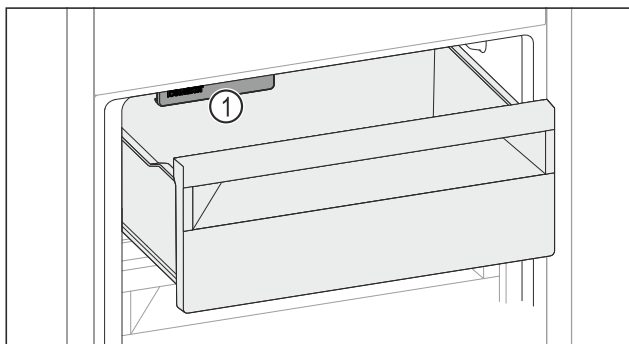

Fig. 266
- Dávejte pozor na IceMaker Fig. 266 (1).